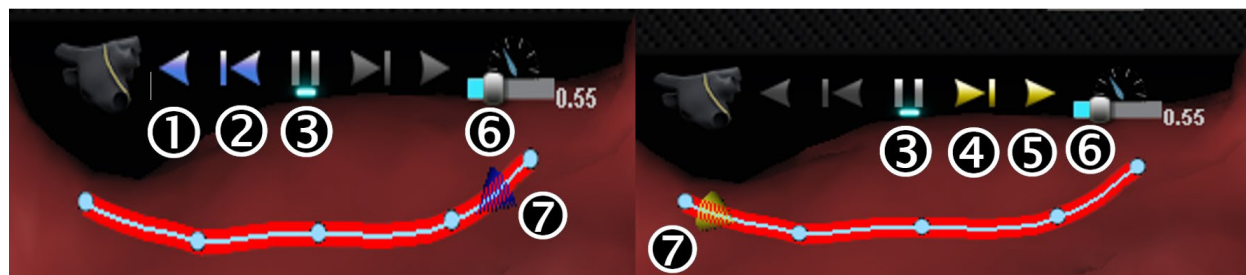

Figura 72. Coni del punto d'interesse su *NaviLine*
Quando l'utilizzatore seleziona una linea disegnata *NaviLine* completata, come nella **Figura 72**, vedrà i comandi in base al contesto nella parte superiore della finestra. Inoltre, solo se il sistema è impostato in modo che sia abilitata l'opzione *NaviLine* automatica, i pulsanti ① e ⑦ saranno visualizzati come illustrato nelle figure seguenti.
Poiché il cono del punto d'interesse (**Figura 72, a sinistra**) si trova attualmente all'inizio della linea, i pulsanti **Indietro** sono disabilitati. Il pulsante **Pausa** è evidenziato (sottolineato in blu) in quanto non è attivo alcun centraggio. Nella **Figura 72** è vero il contrario, *a destra*, poiché l'indicatore del punto d'interesse si trova alla fine della linea e i pulsanti **Avanti** sono disabilitati.